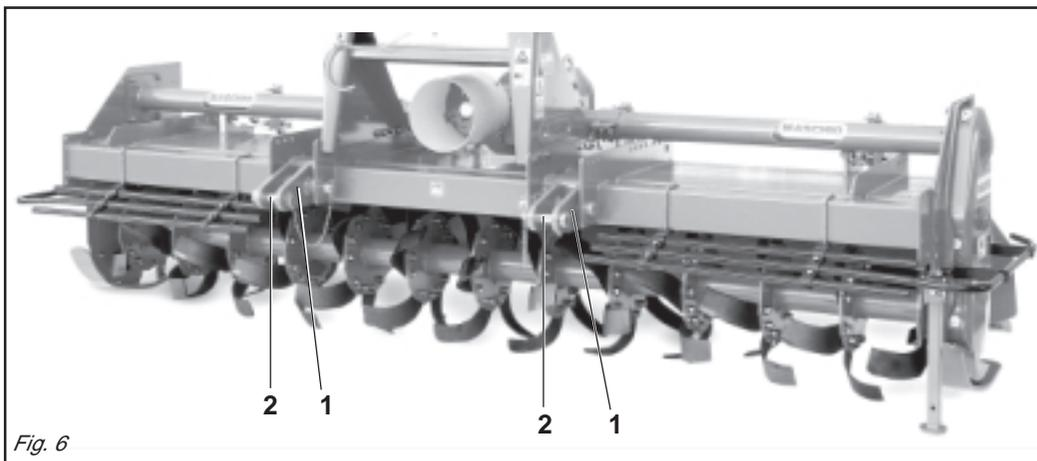

Fig. 6
In base alle dimensioni specifiche di questi 2 tipi di attacchi dei trattori è necessario determinare la posizione più favorevole della macchina spostando opportunamente sul tubo quadro le piastre (1 Fig. 6) e inserendo i perni (2 Fig. 6) nei fori corrispondenti al giusto diametro delle parallele del trattore.
Depending on the precise dimensions of these two types of hitches, find the best position for the machine by moving the plates (1 Fig. 6) along the square tubular and inserting the pin (2 Fig. 6) in the holes corresponding to the correct diameter for the tractor's parallel arms.
Der Anbau der Maschine am Schlepper erfolgt nur dann, wenn die Maschine am Boden steht, und zwar auf ebenem Gelände. Alle Maschinen können an jedem beliebigen Schlepper mit Universal-Dreipunktaufhängung der 2. und 3. Kategorie angebaut werden. Aufgrund der spezifischen Abmessungen dieser beiden Schlepperanschlüsse kann man die günstigste Position der Maschine festlegen, indem man die Platten (1 Abb. 6) auf dem Vierkantrrohr verschiebt und die Bolzen (2 Abb. 6) in die entsprechenden Bohrungen mit dem richtigen Durchmesser auf dem Schleppergestänge einsteckt.
En fonction des dimensions spécifiques de ces deux types d'attelages des tracteurs il faut déterminer la position la plus favorable de la machine en déplaçant, sur le tube carré, les plaques (1 Fig. 6) et introduire les axes (2 Fig. 6) dans les trous correspondant au bon diamètre des parallèles du tracteur.
La conexión de la máquina al tractor debe realizarse con la máquina adherente al suelo y en un terreno llano. Todas las máquinas pueden ser adaptadas a cualquier tractor dotado de enganche universal de tres puntos de 2ª y 3ª categoría. En relación a las dimensiones específicas de estos dos tipos de enganche de los tractores hace falta determinar la posición más favorable de la máquina desplazando oportunamente en el tubo cuadrado las placas (1 Fig. 6) e introduciendo los pernos (2 Fig. 6) en los orificios correspondientes al correcto diámetro de las paralelas del tractor.
Le piastre (1 Fig. 6) vanno montate sempre e solo come mostrato in Fig. 6 con i fori posizionati anteriormente al tubo quadro.
- 1 - Accostare le parallele del sollevatore ponendole all'interno delle piastre (1 Fig. 6), inserire il perno (2 Fig. 6) nel foro predisposto e bloccare con le copiglie a scatto.
The plates (1 Fig. 6) must always and only be mounted as shown in Fig. 6 with the holes towards the front of the square tubular.
- 1- *Near the lift bars, setting them in the most suitable plates (1 Fig. 6). Insert the pin (2 Fig. 6) into the relative hole and lock in place with the snap-in split pins.*
Die Platten (1 Abb. 6) dürfen nur und ausschließlich so montiert werden, wie es in Abb. 6 gezeigt ist, nämlich mit den Bohrungen, die vor dem Vierkantröhr angeordnet sind. Der Hersteller haftet nicht für die Beschädigung der Maschine oder des Schleppers infolge der Nichtbeachtung dieser Angabe.
- 1- Die Lenker des Krafthebers annähern und in die am besten geeigneten Platten schieben (1 Abb. 6). Den Bolzen (2 Abb.6) in das Loch stecken und mit dem einrastenden Splint blockieren.
Les plaques (1 Fig. 6) doivent obligatoirement être montées comme illustré dans la Fig. 6 en utilisant les trous placés à l'avant du tube carré.
- 1- *Approchez les barres du relevage en les plaçant à l'intérieur des plaques les plus appropriées (1 Fig. 6), introduisez l'axe (2 Fig. 6) dans le trou correspondant et bloquez par les goupilles à encastrement.*
Las placas (1 Fig. 6) deben ser montadas siempre y solamente según lo indicado en la Fig. 6 con los orificios posicionados delante del tubo cuadrado. La firma constructora no es responsable de rupturas en la máquina o en el tractor originadas por falta de respeto de esta indicación.
- 1- Acercar las barras del elevador poniéndolas dentro de las placas más indicadas (1 Fig. 6), introducir el perno (2 Fig. 6) en el orificio y bloquear con los pasadores de resorte.